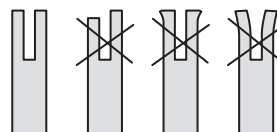

Fig.41
5. Pour vérifier l'état d'usure du rail: Appliquez le bord droit d'une règle contre le bord des lames de coupe, comme indiqué sur l'illustration ci-dessous. Si le rail du guide-chaîne est en bon état, il doit y avoir un interstice entre la règle et le guide-chaîne. S'il n'y a aucun interstice (c.à.d. si vous pouvez appliquer la règle contre le guide-chaîne sur toute sa longueur), le rail du guide-chaîne est usé et a besoin d'être remplacé par un rail du même type (Fig. 41).